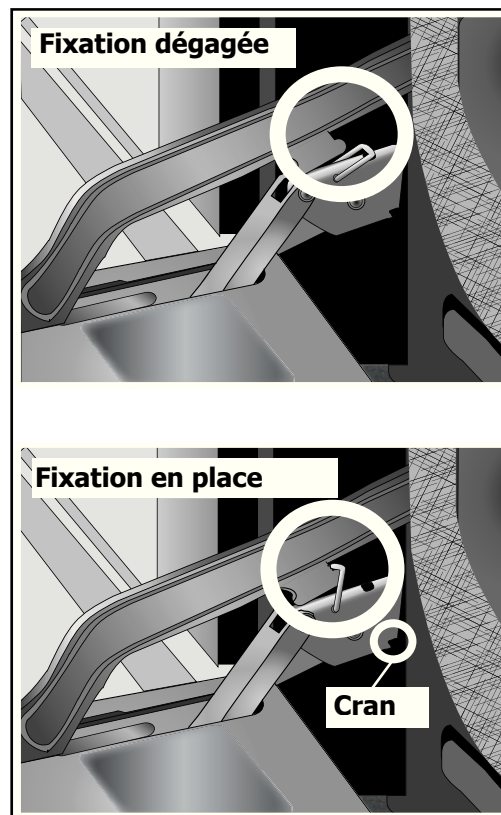

Figure 22 : charnière de porte
3. Fermer la porte un peu et soulever les fixations de charnières (1 par côté) des fentes (figure 22).
2. S'assurer que les crans s'enclenchent en place. NE PAS aller plus loin que les crans (figure 22).
3. Ouvrir la porte complètement pour que les fixations (1 par côté) se dégagent (figure 22).